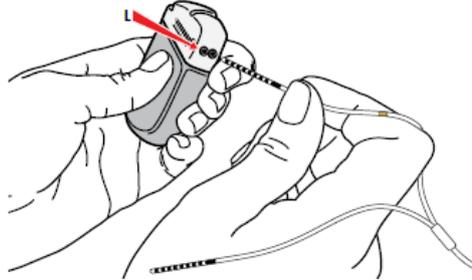

Figura 25. Conexión al puerto L del GII
a. Conecte la prolongación de la extensión del hemisferio izquierdo con la banda de marcador de oro al puerto L (o C) (Figura 25).